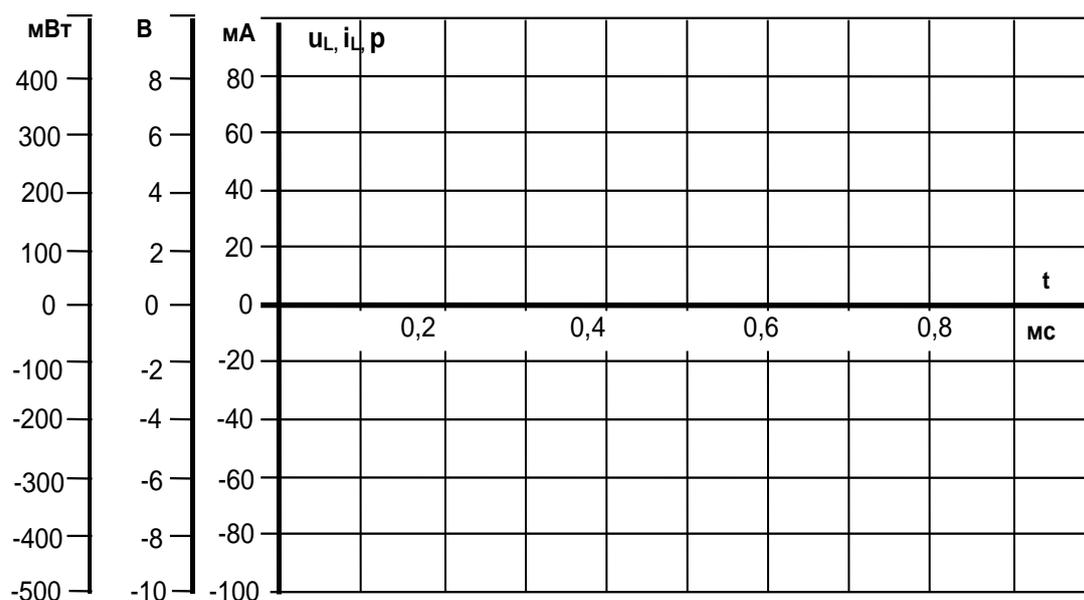

Рисунок 7.12 – График по результатам измерений
- Перенесите данные табл. 7.4 на график (рис. 7.12).